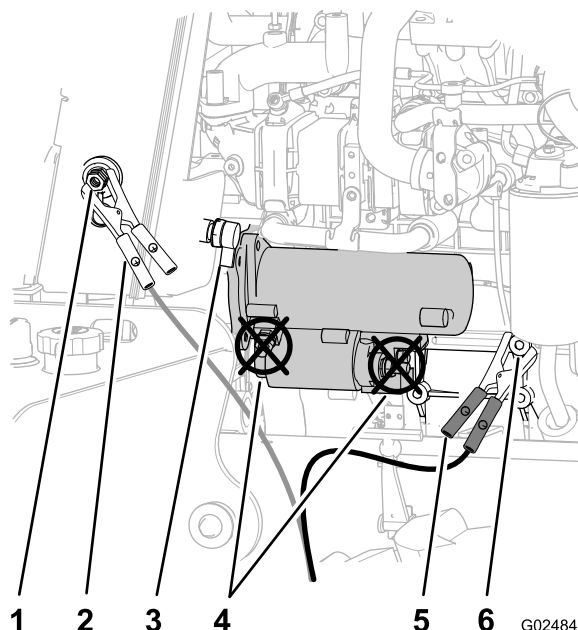

Figura 78
4. Togliete il coperchio dal morsetto di avviamento (Figura 78).
5. Collegate il cavetto portatile positivo (+) al morsetto di avviamento (Figura 78).
6. Collegate il cavetto portatile negativo (-) al punto di terra, quale il dado nel punto rotante dell'alternatore (Figura 78).